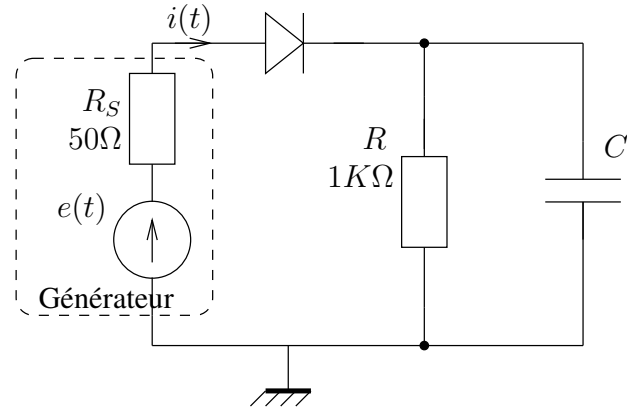

FIG. 3 – Schéma d'un redresseur à simple alternance.
- 1) Montez le circuit de la figure 3 et visualisez la tension sur la résistance.